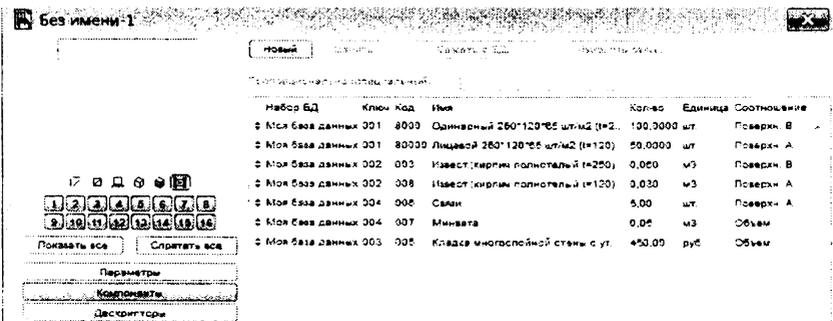

Рисунок 15
15. Выполните действия, аналогичные пп. 17,18, и введите в спецификацию все необходимые компоненты по многослойной стене. Вы должны получить нечто похожее на рис. 15.